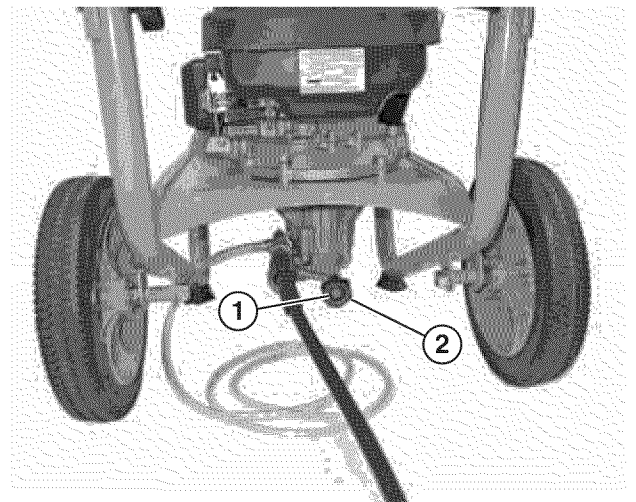
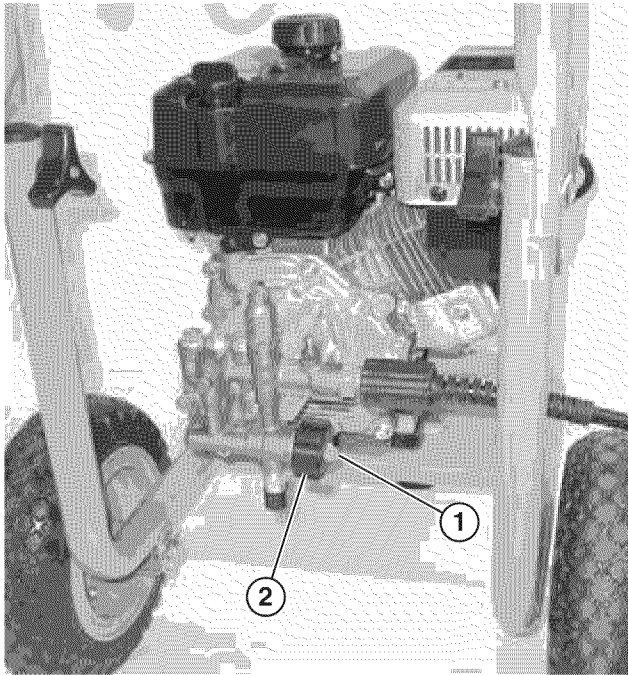

Figura 31 – Se muestra la conexión de agua WP2500
Figura 32 – Se muestra la conexión de agua WP3000Z
2. Examine el cedazo para entrada de agua para asegurar que esté en su lugar y sin residuos (*Ver Figura 31*). No opere la hidrolavadora con un cedazo para entrada faltante o dañado.
3. Use la manguera más corta posible para completar la trabajo al alcance de la mano. Si se utiliza una manguera más larga se podría afectar el desempeño. Conecte al accesorio de entrada de agua una manguera de jardín que no tenga más de 50 pies (15,2 m) de longitud (vea Figura 31 y vea Figura 32).